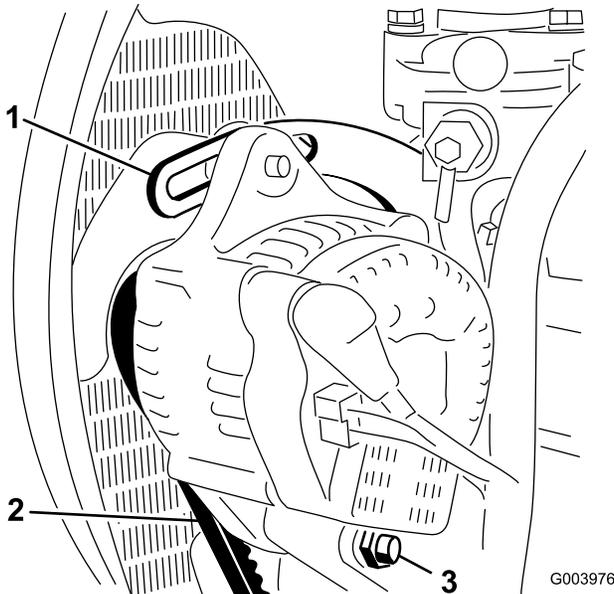

Figura 76
2. Verifique a tensão da correia do alternador, premindo-a (Figura 76) até metade entre as polias do alternador e do cárter com uma força de 10 kg.
3. Desaperte o parafusos que segura a abraçadeira ao motor (Figura 76), o parafuso que segura o alternador à abraçadeira e o parafuso de articulação.